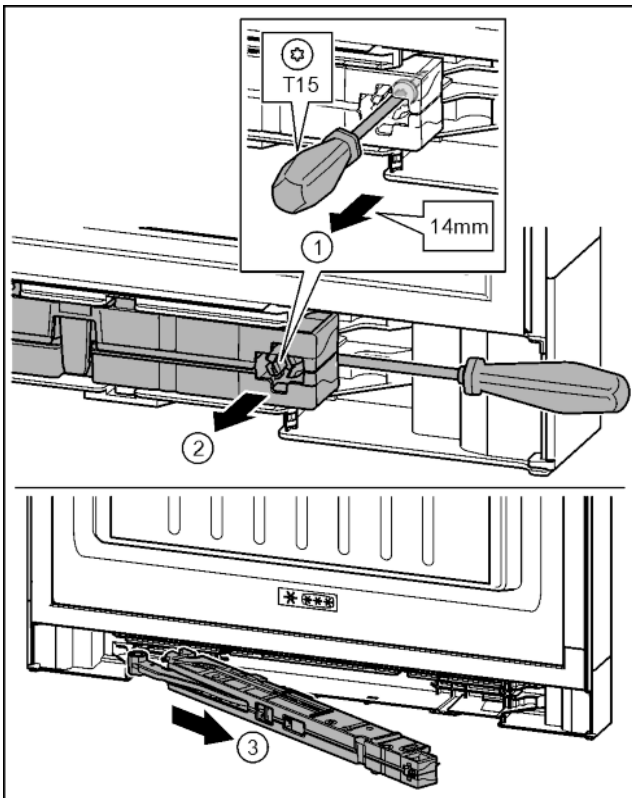

Fig. 21
- ▶ Schroef op de sluitdempereenheid met schroevendraaier T15 ca. 14 mm losdraaien. Fig. 21 (1)
- ▶ De schroevendraaier aan de kant van de greep achter de sluitdempereenheid aanbrengen. Eenheid naar voren draaien. Fig. 21 (2)
- ▶ Eenheid eruit trekken. Fig. 21 (3)